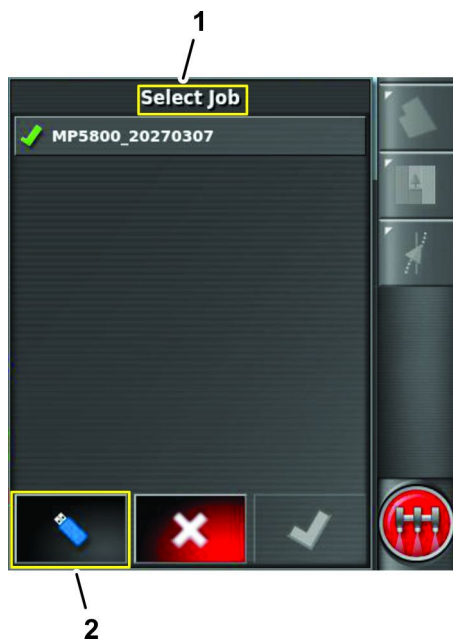

Figura 94
5. Pressione o ícone Alternar vista para mostrar a lista Selecionar serviços (USB) (Figura 94).